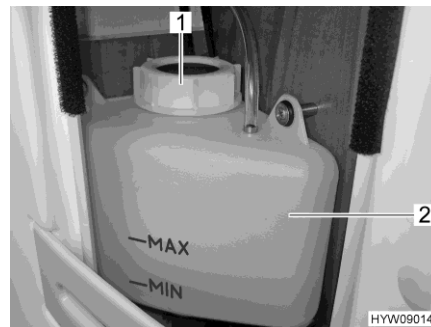

Fig. 173 Marca "MIN/MAX"
- Comprobar si en el recipiente de compensación (Fig. 173,2) el líquido está entre las marcas "MIN" y "MAX".
- Abrir la tapa giratoria (Fig. 173,1) del recipiente de compensación.